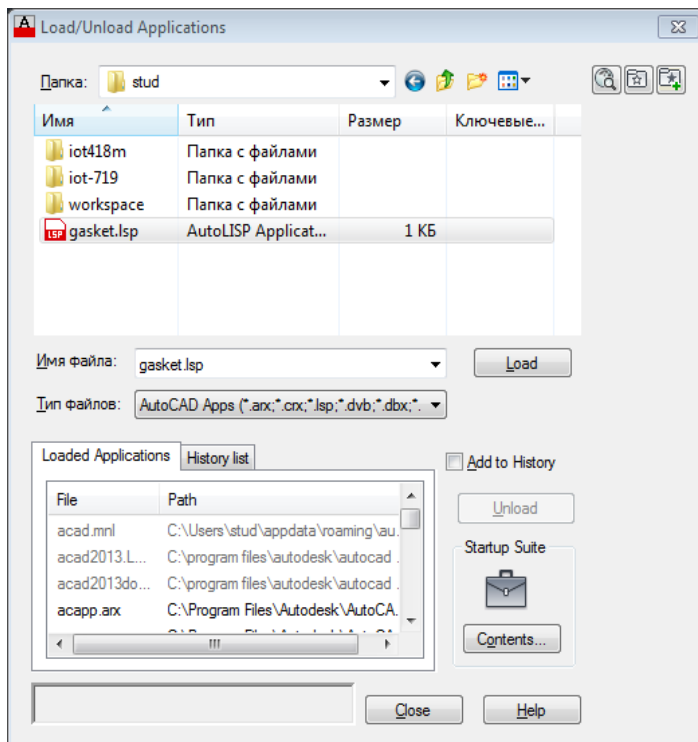

Рисунок 2.5 – Діалог завантаження програм
- викличте діалог завантаження програм та виберіть файл необхідної програми (рис. 2.5)